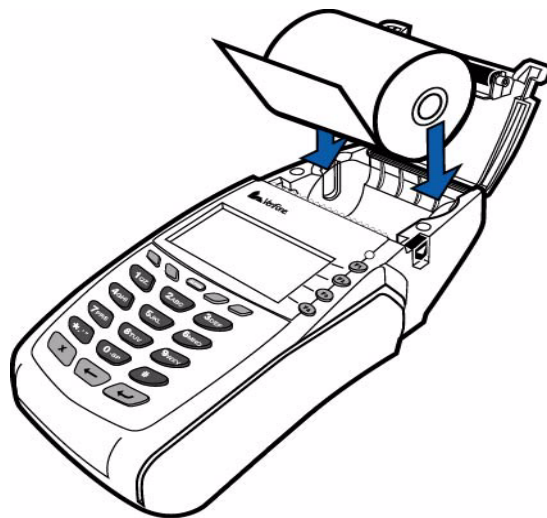

图 12 安装打印纸卷
- 4 拿住打印纸卷，确保将纸卷从底部送出（请参见图 12）。